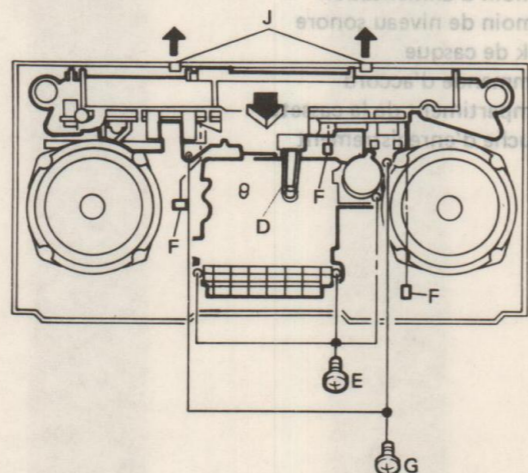

Figure 5-4
- \*2. Pulling the point (J), remove the main frame in the arrow direction as shown in Fig. 5-4.
- \*2. Beim Ziehen der Punkte (J) den Hauptrahmen in Pfeilrichtung wie in Abb. 5-4 entfernen.
- \*2. En tirant les points (J), déposer le châssis principal dans la direction indiquée par une flèche à la Fig. 5-4.